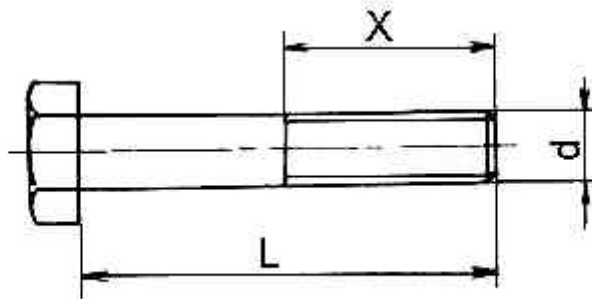

Figure 1.30 – Représentation simplifiée des filets
Une vis d'assemblage (voir figure 1.30) permet d'établir une liaison complète démontable entre une pièce (1) percée d'un trou lisse et une pièce (2) percée d'un trou taraudé au diamètre nominal de la vis.